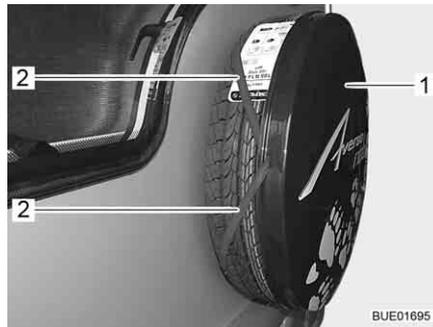

Fig. 226 Placa de cubierta
- Quitar la placa de cubierta (Fig. 226,1). Para esto, retirar las bandas de goma (Fig. 226,2) del neumático.